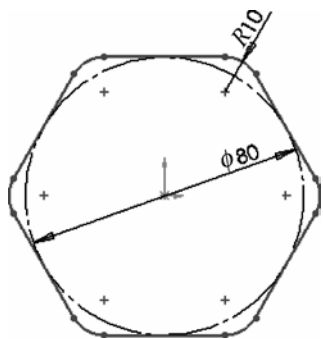
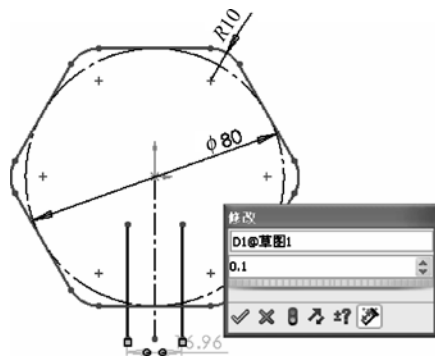

图 7-59 绘制六边形
图 7-60 绘制两条竖直直线
1) 首先绘制第一个草图。在左侧的“FeatureManager 设计树”中选择“上视基准面”作为绘图基准面, 然后选择菜单栏中的“工具”→“草图绘制实体”→“多边形”命令或者单击“草图”工具栏中的“多边形”按钮, 绘制一个六边形, 标注六边形内接圆的直径值为 80.00mm。将六边形尖角进行圆角, 半径值为 10.00mm, 如图 7-59 所示。绘制一条竖直的构造线, 然后绘制两条与构造线平行的直线, 单击“添加几何关系”按钮, 选择两条竖直直线和构造线添加“对称”几何关系, 然后标注两条竖直直线的距离值为 0.1mm, 如图 7-60 所示。